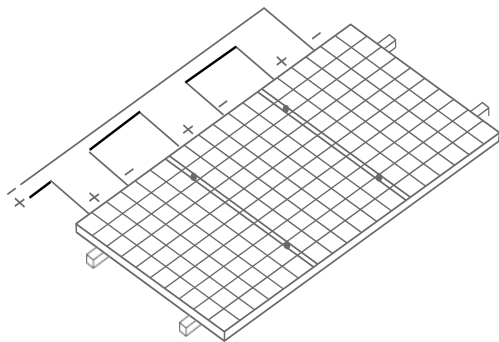

图17 串联方式
- 不要在同一太阳能光伏系统中使用不同型号的组件。当组件串联在一起时，每串电压不能超过系统最大电压（串联方式如下图 17）。具体请参考该国家或地区或当地的规范。